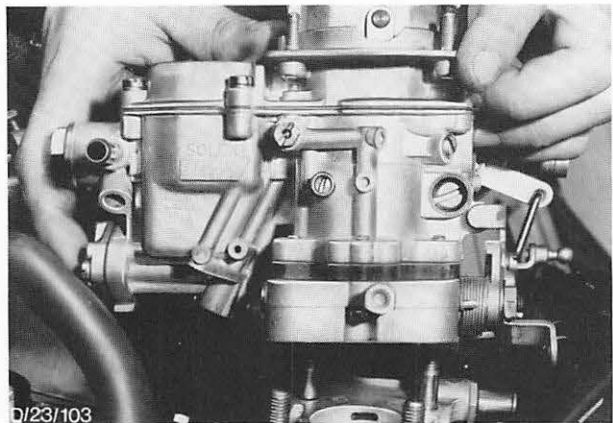

Abb. 85 Vergaser ausbauen
8. Muttern (4) entfernen und Vergaser kompl. mit Dichtung abheben. Abb. 85.